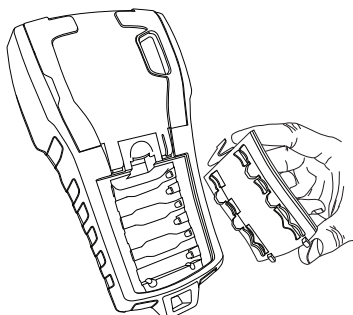

Abbildung 2
1. Entfernen Sie den Deckel des Batteriefachs. Siehe Abbildung 2.